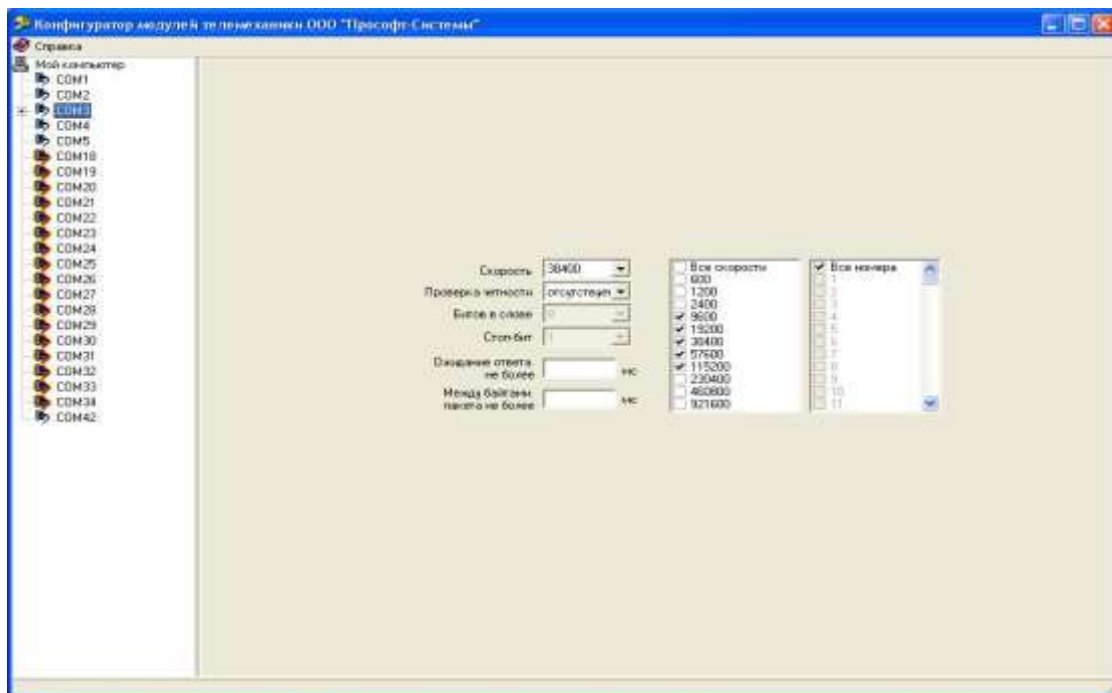

Рисунок 1.3.3. Исходное окно программы configurатора tmcfg.
1.3.5.3 После подключения к TM32 и запуска программы появляется окно (Рисунок 1.3.3), разделенное на два поля.